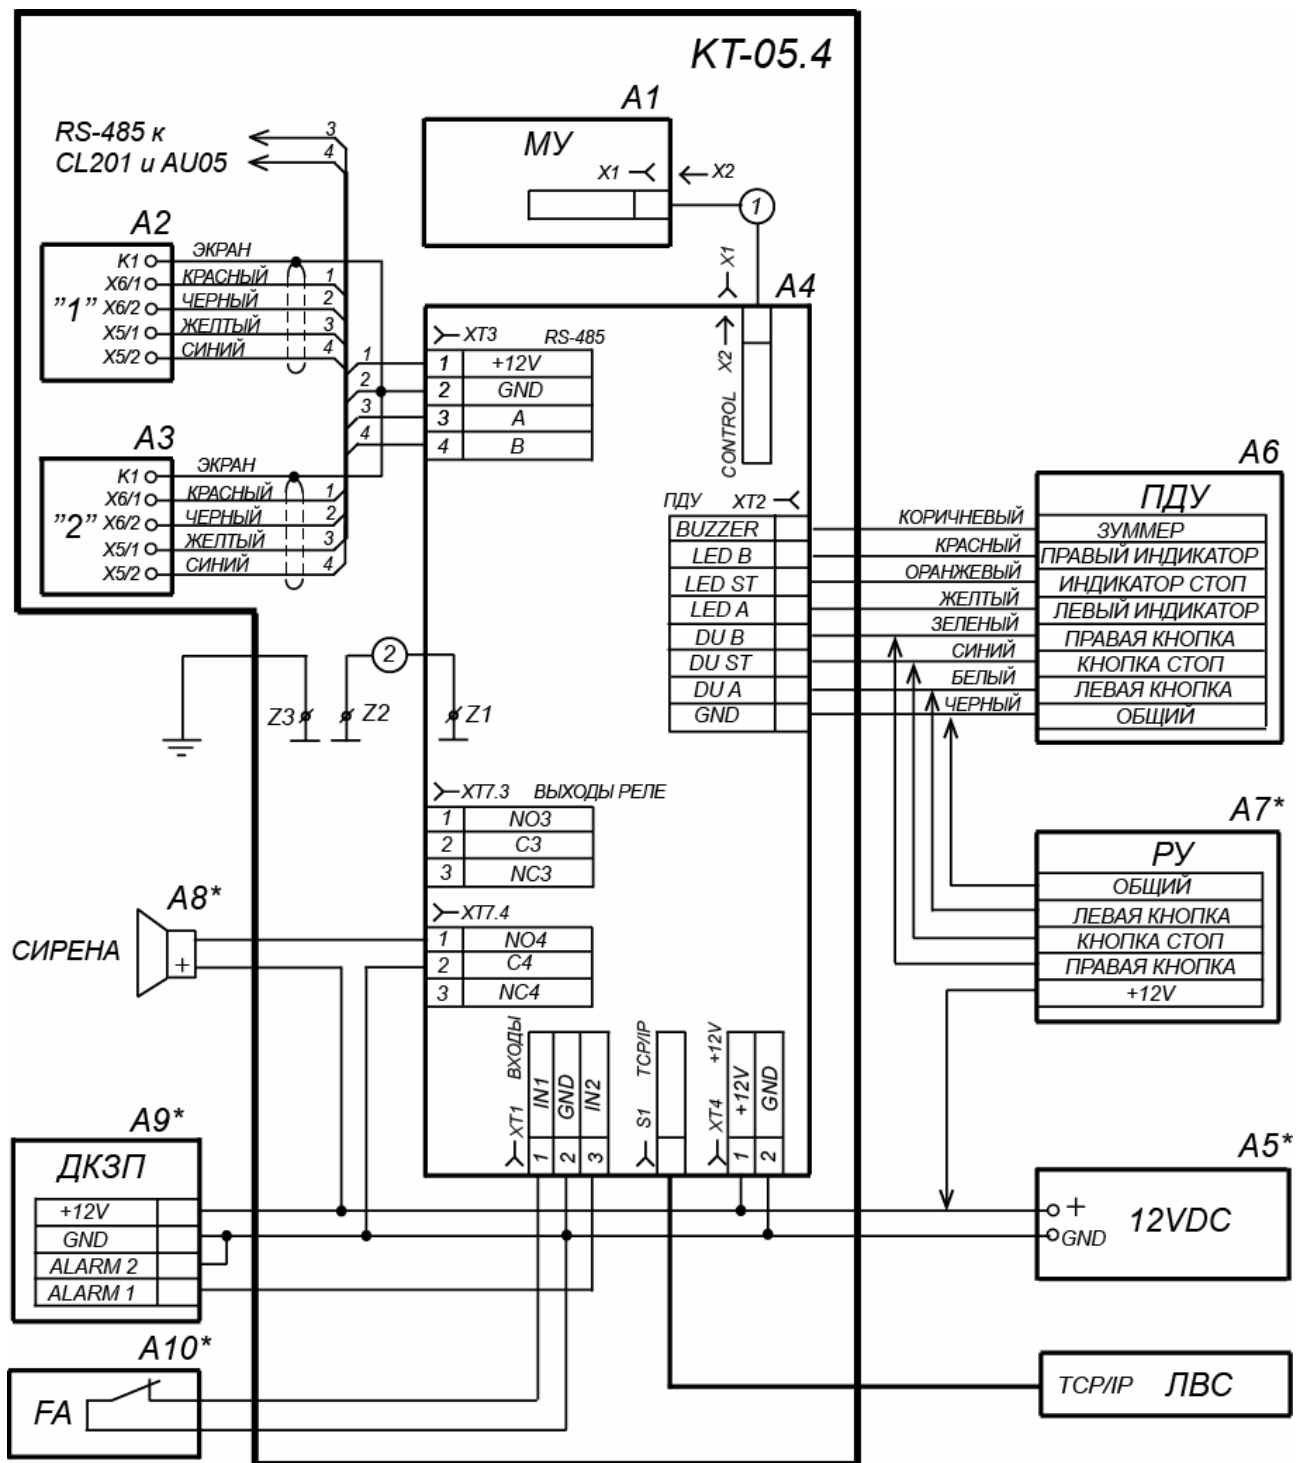

Рисунок 12. Схема подключения ЭП и дополнительного оборудования¹
Расположение клеммных колодок на плате контроллера ЭП показано на рис. 5, назначение контактов клеммных колодок указано в табл. 1. Схема подключения приведена на рис. 12. Используемые при подключении типы кабелей указаны в табл. 5. При монтаже ЭП придерживайтесь следующей последовательности действий:
12. Подключите кабель питания (15) к клеммной колодке **XT4** на плате контроллера ЭП согласно схеме, приведенной на рис. 12.
13. Подключите кабель (13) ПДУ (12) к клеммной колодке **XT2** на плате контроллера ЭП согласно схеме, приведенной на рис. 12.
14. Подключите при необходимости кабели от других устройств к соответствующим клеммным колодкам платы контроллера ЭП согласно схеме, приведенной на рис. 12.